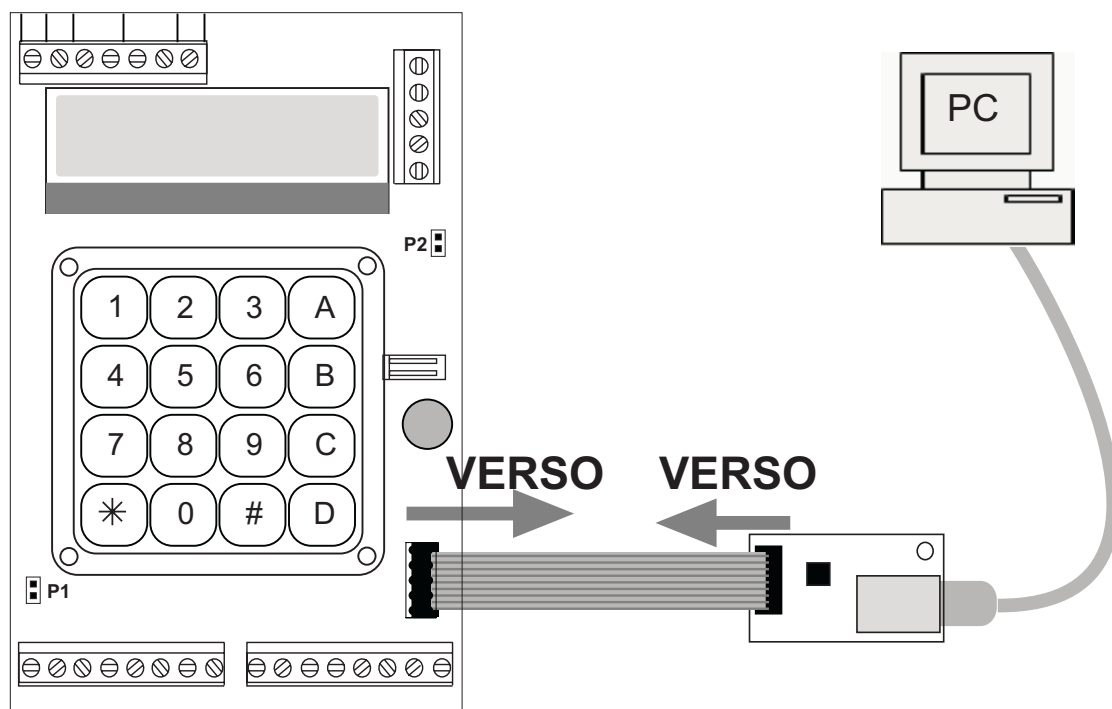

Figura 1
- 1) Collegare il cavo piatto e il piastrino (USB o RS232) all'Reporter Lift rispettando i versi indicati in figura 1.